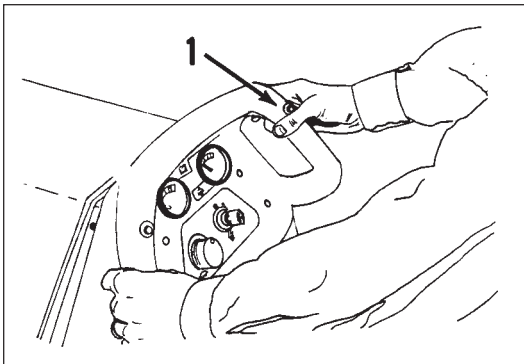

Figure 24
4. Hold the control handles as shown in figure 24.
5. When the pad motor switch (1 - figure 24) is pushed in, the pad motor will start.
4. Placez les mains sur les poignées de commande comme indiqué à la figure 24.
5. Pour faire démarrer le moteur, poussez sur l'interrupteur du moteur du disque (1 - figure 24).